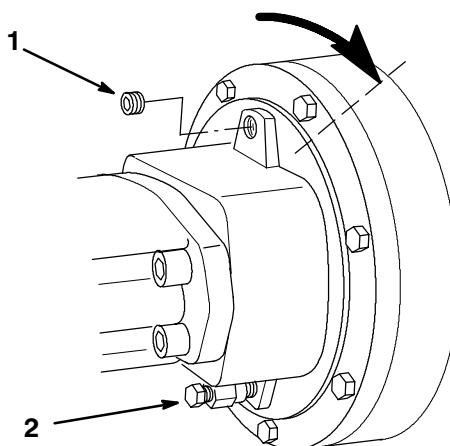

Figure 9
2. Tourner la tête d' entraînement de telle sorte que le bouchon de vidange d' huile soit dirigé vers le haut et le bouchon de reniflard vers le bas (Fig. 9).
3. Retirer le bouchon de vidange d' huile (Fig. 9)
4. Tourner la tête d' entraînement de tarière pour que l' ouverture de vidange soit en position "2 heures" (Fig. 9). L' huile doit juste commencer à sortir de l' ouverture.
- Placer la tête d'entraînement au-dessus d'un bac de vidange avec le bouchon de vidange d'huile (Fig. 9) tout en bas, tourné vers le bac de vidange.